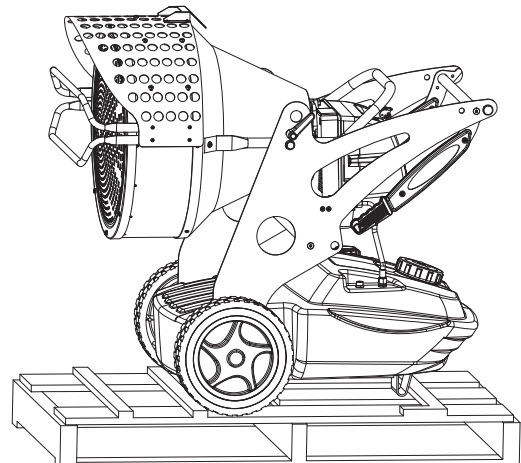

Rysunek 1 - Opakowanie nagrzewnicy
- Usunąć podstawki użyte do zapakowania urządzenia (Rys. 1).
- Jeśli to możliwe, wsunąć karton z opakowania poczynając od góry, aż do dołu palety, mocując przy tym odpowiednimi materiałami (Rys. 1).
- Składować maszynę w odpowiednim, suchym miejscu, nie kłaść na sobie więcej niż dwa opakowania. Wysłać generator tak jak to pokazano na Rys. 1 albo przynajmniej nad Rys. 2.